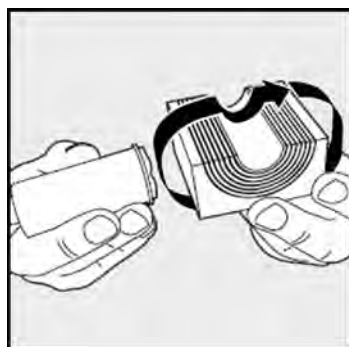

图 6-8. 润滑 Roxtec 模块
- Roxtec 润滑脂，用于装配和密封模块（第 102 页上的图 6-8. 润滑 Roxtec 模块）。